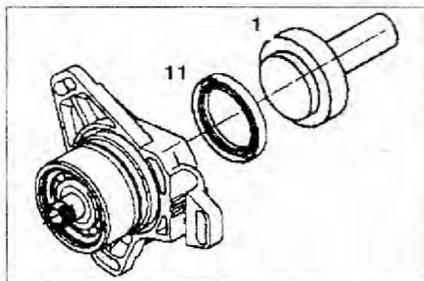

Рис. 2.78. Используя пробойник 1, установите новый сальник 11 в промежуточный фланец.
- используя пробойник 1, установите новый сальник 11 в промежуточный фланец (рис. 2.78).